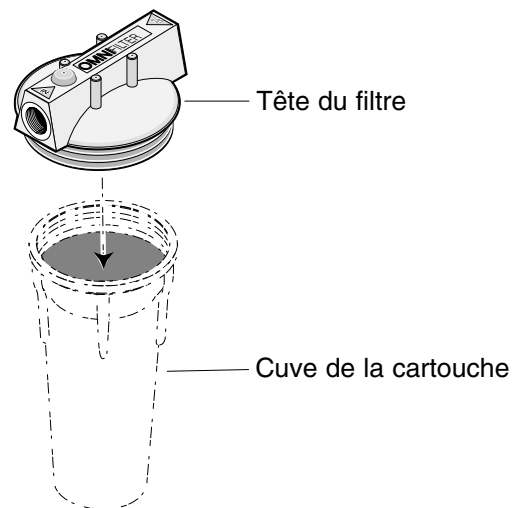

Figure 2
1. Séparer la tête de la cuve et mettre la cuve de côté. Se reporter à la Figure 2.